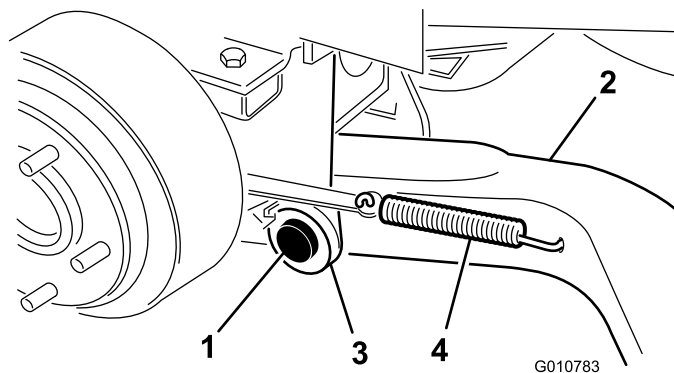

Figure 3
4. Montez un bras de relevage sur le support de pivot avec un axe de pivot et une goupille fendue (Figure 3). Installez le bras de relevage avec le coude placé vers l'extérieur.
5. Accrochez le ressort de rappel de frein dans le trou du bras de levage (Figure 3).